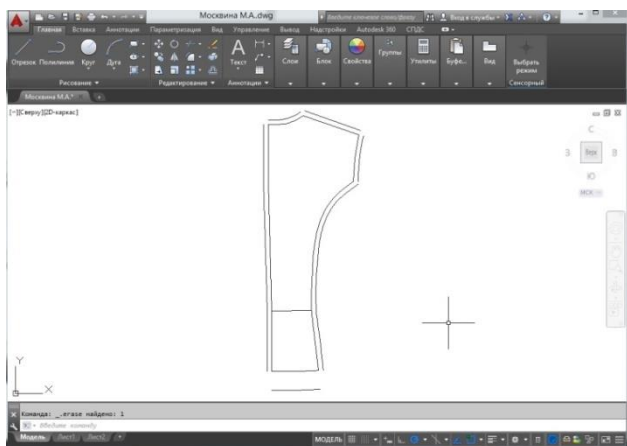

Рис.2.1. Деталь с припусками на обработку.
- 4 этап. При помощи команды «сместить» построить припуски для каждого среза на деталях (рис.2.1).